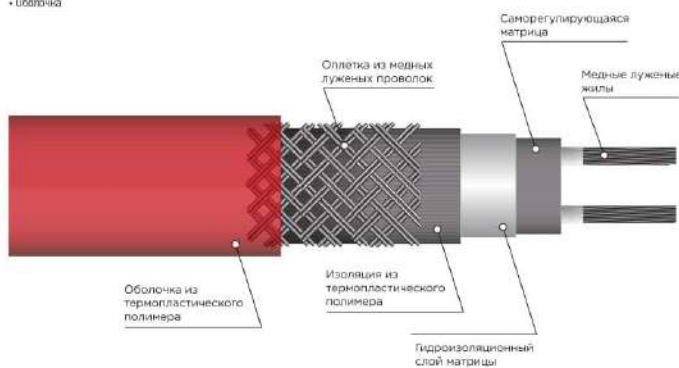

Рисунок 2.1 – Конструкция кабеля нагревательного саморегулирующегося REXANT
3.1.15. Кабели нагревательные саморегулирующиеся имеют температурно-зависимое сопротивление и данные о величине сопротивления не являются достоверным ориентиром для определения присоединенной нагрузки. По этой причине кабели нагревательные саморегулирующиеся проверяются только на сопротивление изоляции нагревательного элемента (измерение производится между токоведущими жилами и экранирующей оплеткой кабеля нагревательного) (рис. 2.1) и на сопротивление оболочки кабеля нагревательного (измерение производится между экранирующей оплеткой кабеля нагревательного и контуром заземления).